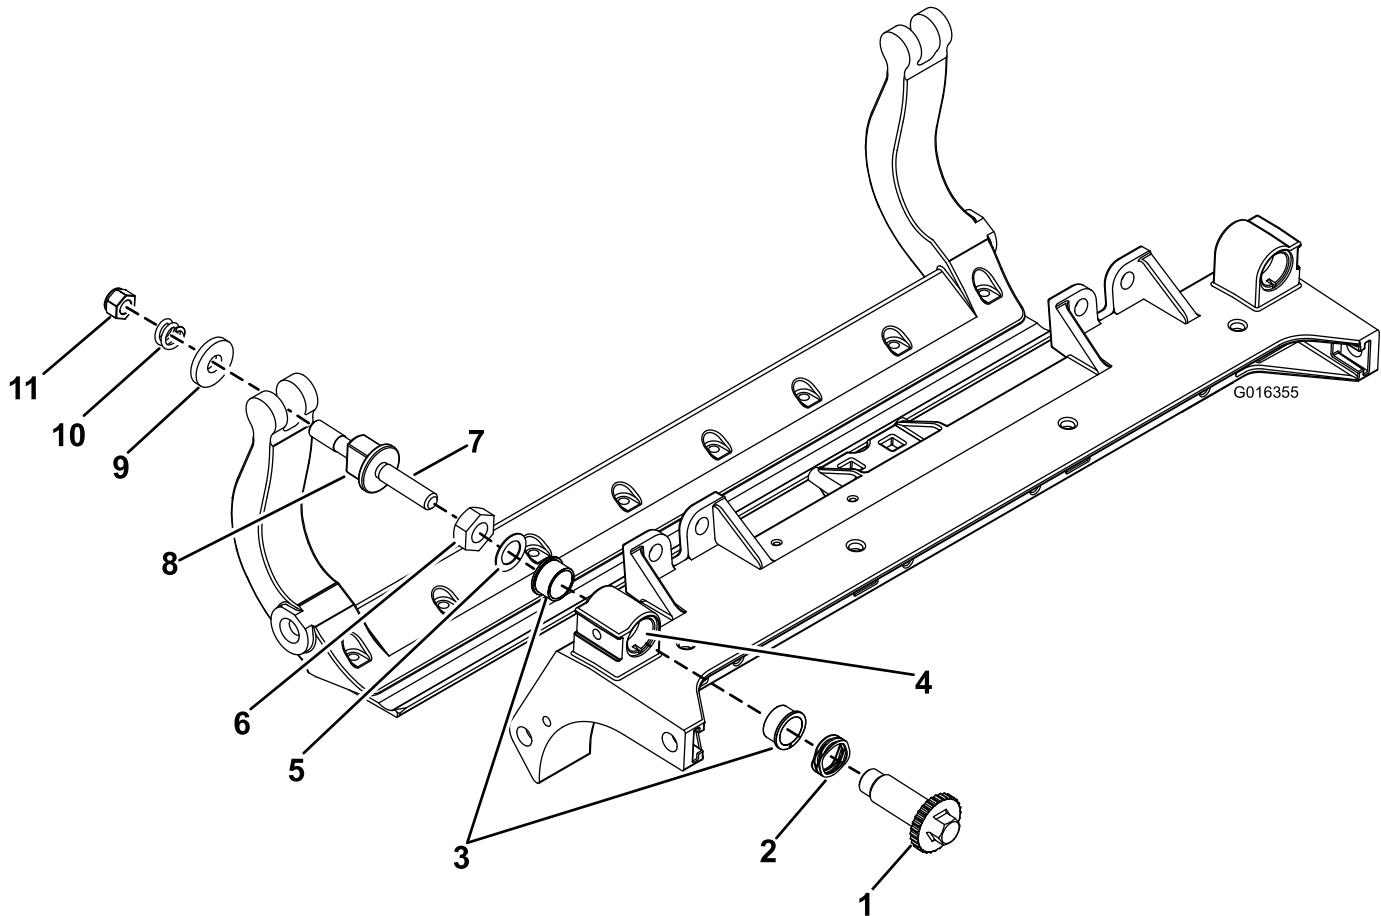

Figura 5
2. Aplique antigripante al interior del alojamiento de los casquillos del bastidor central de la unidad de corte (Figura 5).
3. Alinee los salientes de los casquillos con brida con las ranuras del bastidor, e instale los casquillos (Figura 5).
4. Instale una arandela ondulada sobre el eje del ajustador e introduzca el eje del ajustador en los casquillos con brida del bastidor de la unidad de corte (Figura 5).
5. Sujete el eje del ajustador con una arandela plana y una contratuerca (Figura 5). Apriete la contratuerca a 20-27 N·m.